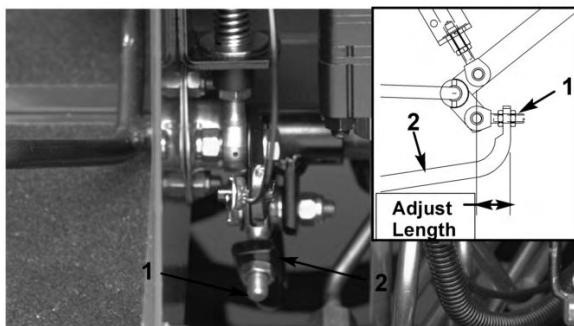

図 48
4. 前への動きを止めたい場合は、ポンプ・ロッドの端部にあるジャム・ナットを回してポンプ・コントロール・チューブ（図 48）を前へ動かす。後への動きを止めたい場合は、後へ動かす。